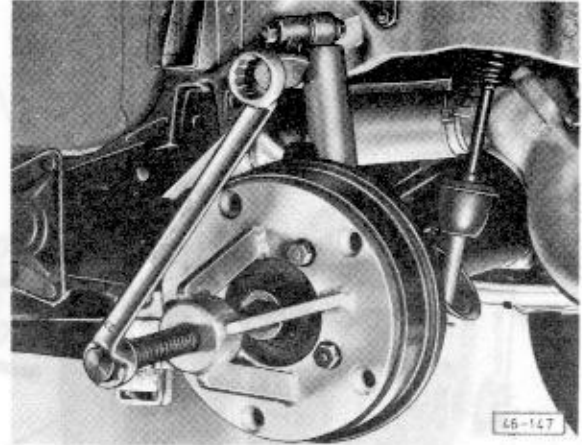

Abb. 3 Bremstrommel von der Keilverzahnung der Achswelle abziehen
- Bremstrommel abziehen siehe Abb. 3.